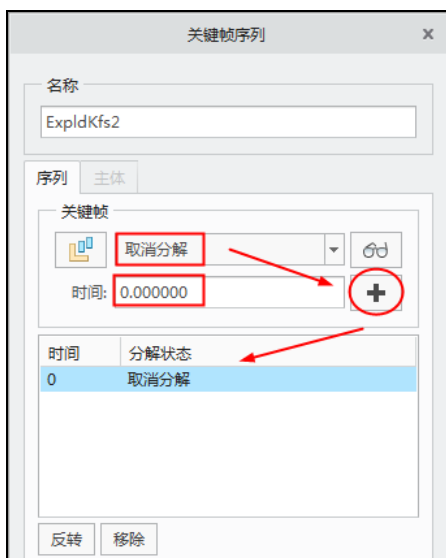

图 8-83 添加“取消分解”状态
- 在“关键帧序列”对话框的“序列”选项卡下，选择“取消分解”选项，单击 $\oplus$ 按钮，添加到分解状态列表框中，且此状态的时间为 0，如图 8-83 所示。意思是让分解视图归于原始状态。